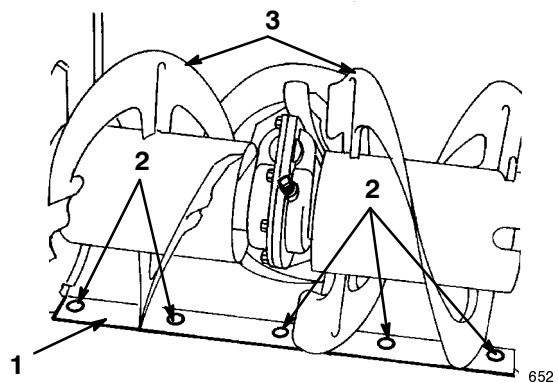

Figure 25
5. Placez un support sous les lames de la tarière pour qu'elles se trouvent à 3 mm du sol (Fig. 25).
7. Pour corriger la position de la lame racleuse, desserrez les 5 vis de montage (Fig. 25), mettez la lame de niveau à la hauteur voulue et resserrez les vis.